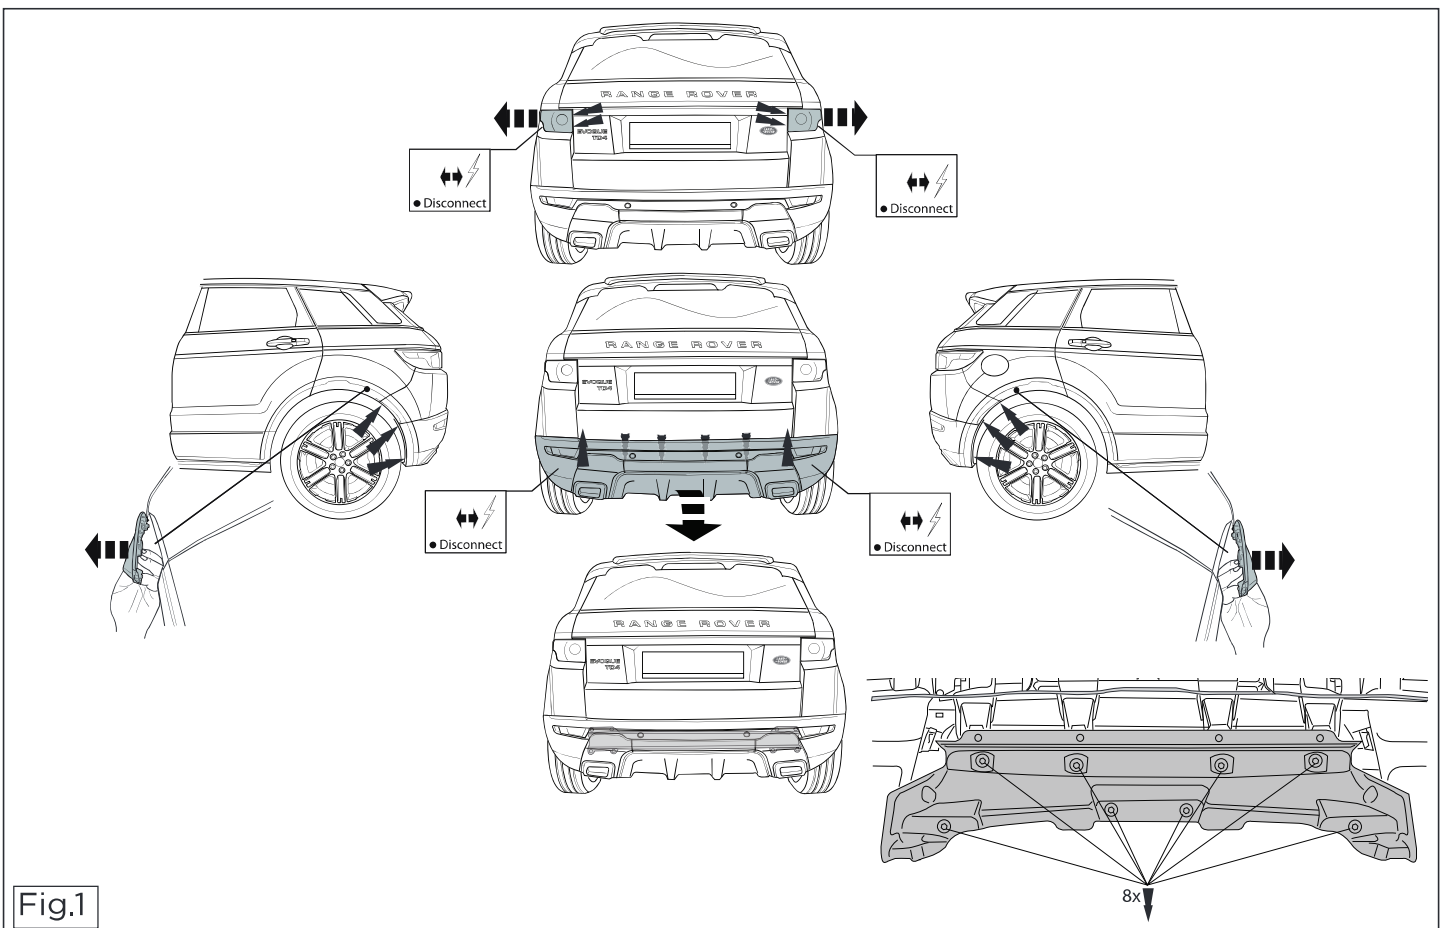

Fig.1
1. Demonteer de achterlicht units.(zie fig. 1).
2. Demonteer de bumper. (zie fig. 1).
10. Demonteer het hittedeksel uit de bumper. (zie fig. 1)
1. Remove the rear-light units. (see fig. 1).
2. Remove the bumper. (see fig. 1).
10. Remove the heat shield from the bumper. (see fig. 1)
1. Die Rücklichter abmontieren. (siehe Fig. 1).
2. Die Stoßstange abmontieren. (siehe Fig. 1).
10. Entfernen Sie den Hitzeschild von der Stoßstange. (siehe Fig. 1)
1. Démonter les feux arrière. (voir la fig. 1)
2. Démonter le pare-chocs. (voir la fig. 1).
10. Démontez la protection anti-chaleur du pare-chocs. (voir la fig. 1)
1. Demontera bakljusmodulerna. (se fig. 1).
2. Demontera stötfångaren. (se fig. 1).
10. Ta bort värmeskölden från stötfångaren. (voir la fig. 1)